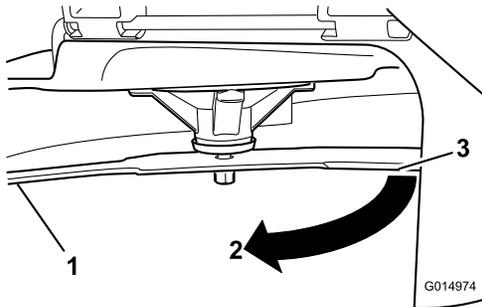

Figura 77
3. Segunda distancia medida entre cuchilla y superficie (B)
4. Gire la misma cuchilla 180 grados de manera que el otro extremo esté en la misma posición (Figura 77).